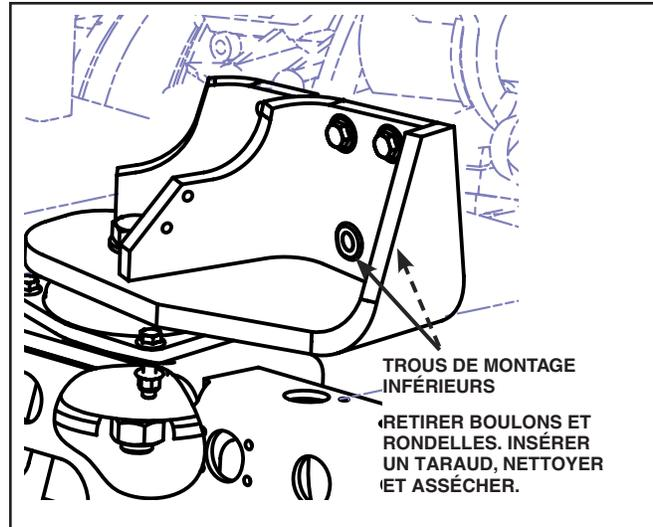

Figure 8 - Trous de montage inférieurs
10. Visser un taraud dans les trous de montage inférieurs pour nettoyer les filets. Voir Figure 8.
11. Vaporiser généreusement du nettoyant à freins dans les trous de montage inférieurs. À l'aide d'une petite brosse, bien nettoyer l'intérieur des trous pour retirer toute trace de graisse, de lubrifiant et de saleté. Voir Figure 8.
12. Souffler de l'air sec comprimé (sans trace d'huile ou d'eau) pour nettoyer l'excédent de nettoyant. Voir Figure 8.